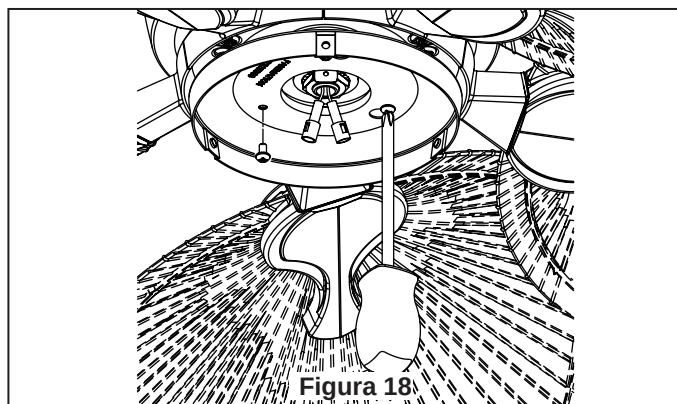

Figura 18
- ☐ 4. Monte la unidad del adaptador en el soporte de la carcasa y fije los tres tornillos. (Figura 18)